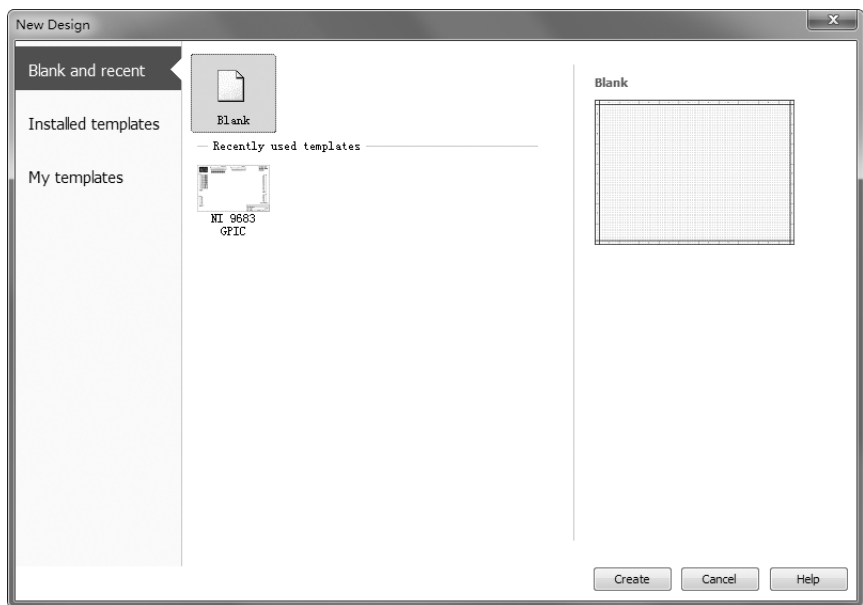

图 5-65 新建 PCB 项目文件
2) 单击“标准”工具栏中的“新建”按钮，弹出“New Design”（新设计文件）对话框，选择“Blank and recent”选项，如图 5-65 所示。单击  按钮，创建一个 PCB 项目文件。